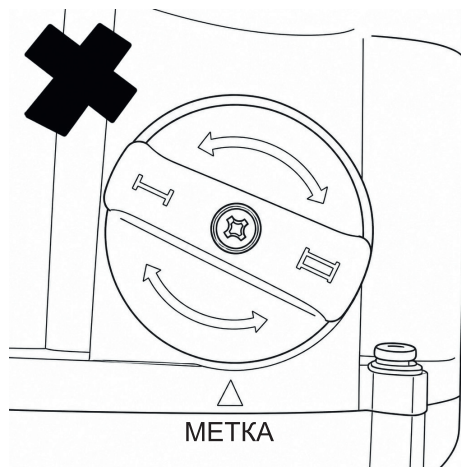

Рис. 5
**ВНИМАНИЕ!** Для предотвращения выхода из строя редуктора, запрещается включать миксер если переключатель скоростей не зафиксирован в положении «I» или «II» (рис. 5).